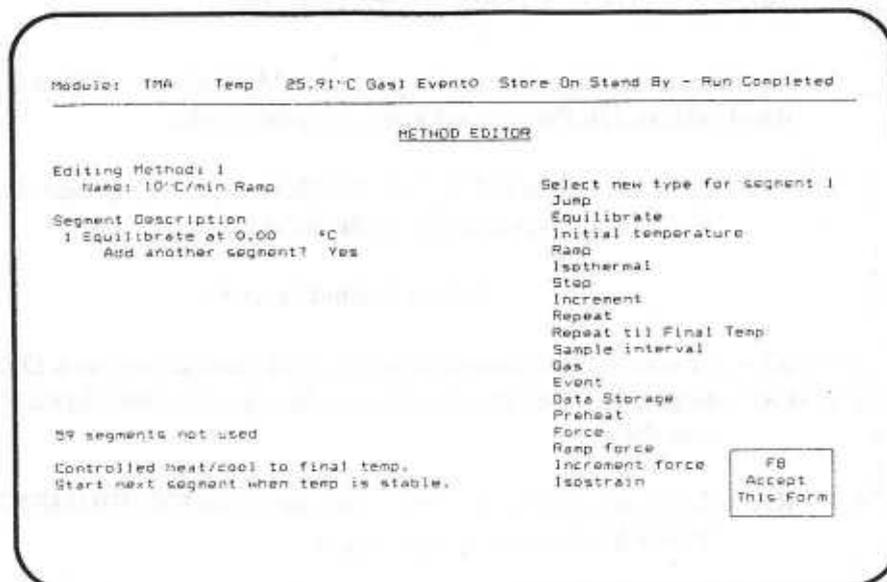

Bild 37
5. Wenn Sie das vorgegebene Segment verwenden wollen, gehen Sie zu Schritt 6. Wenn Sie einen anderen Segmenttyp für Ihr erstes Segment brauchen, drücken Sie F1 (Change Segment Type). Auf dem Bildschirm erscheint dann eine Liste der verfügbaren Segmenttypen (Abb. 37).